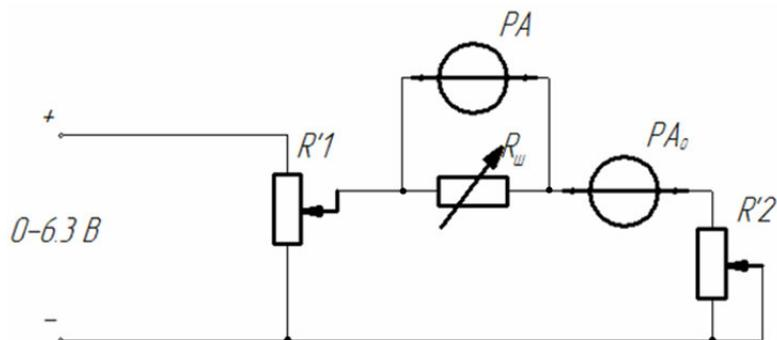

Рисунок 1 – Схема расширения диапазона измерения по току при помощи шунта
- 2 Собрать схему (рис. 1) и предъявить для проверки руководителю.